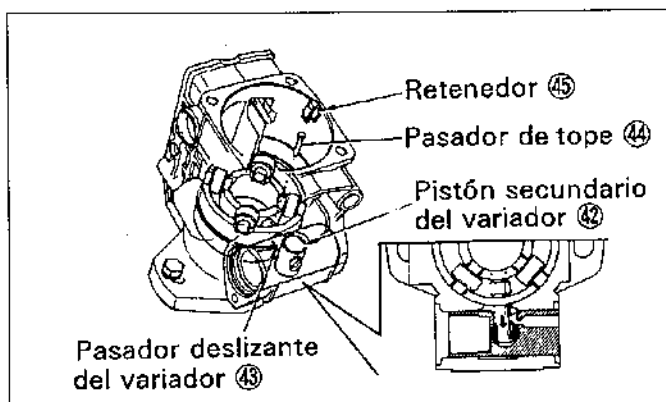
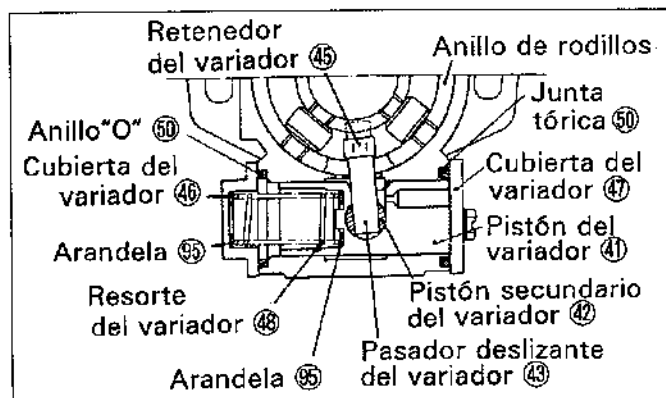

Figura.14-14 Acoplamiento del retenedor
Figura.14-15 Sección transversal del variador
(4) Inserte el pasador deslizante del variador ④③ a través del pistón del variador ④① y en el pistón secundario del variador ④②. Con el pasador deslizante en posición, instale el pasador de tope ④④ y coloque entonces el retenedor ④⑤ sobre el pasador deslizante. (Vea la figura.14-14 y figura.14-15)